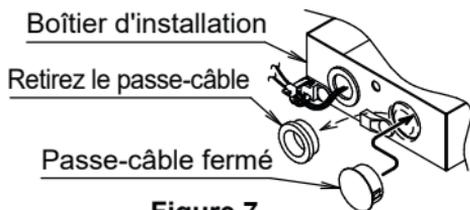

Figure 7
- Dans le cas où la CCI de l'adaptateur n'est pas raccordée à aussi bien le câblage à courants élevés que faibles, retirez le passe-câble du boîtier d'installation et remplacez-le par le passe-câble fermé des accessoires. Reportez-vous à la Figure 7.